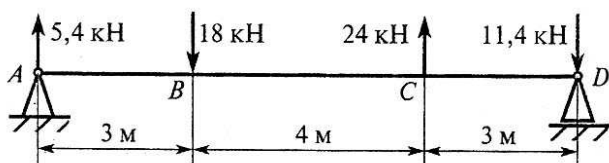

Рисунок 10 - Исходная схема
21. Для балки (рис.10) определить максимальное нормальное напряжение в сечении С.